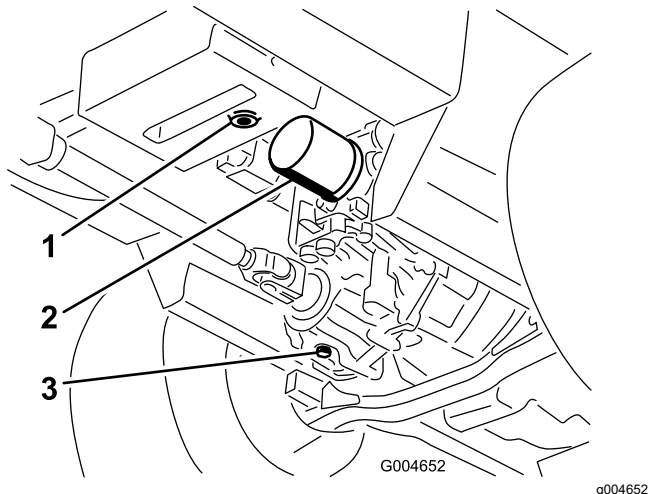

Figura 58
- Coloque um recipiente grande sob o reservatório hidráulico e cárter da transmissão e retire os bujões, drenando todo o fluido hidráulico (Figura 58).
- Limpe a zona em redor do filtro de fluido hidráulico e retire o filtro (Figura 58).